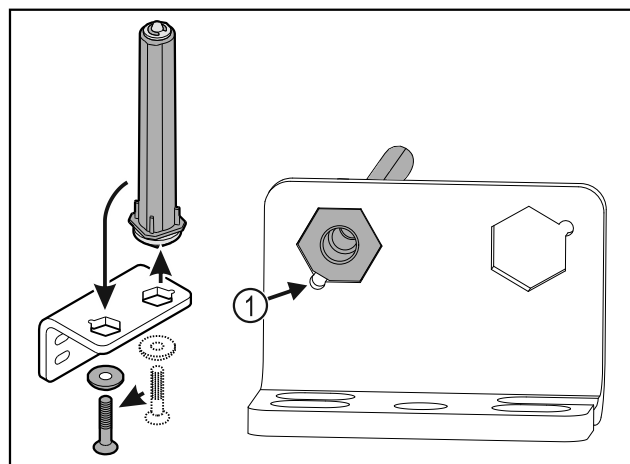

Fig. 34
- ▶ Ügyeljen arra, hogy felhelyezéskor a csapszeg élettörése Fig. 34 (1) a kerek furat felé mutasson.